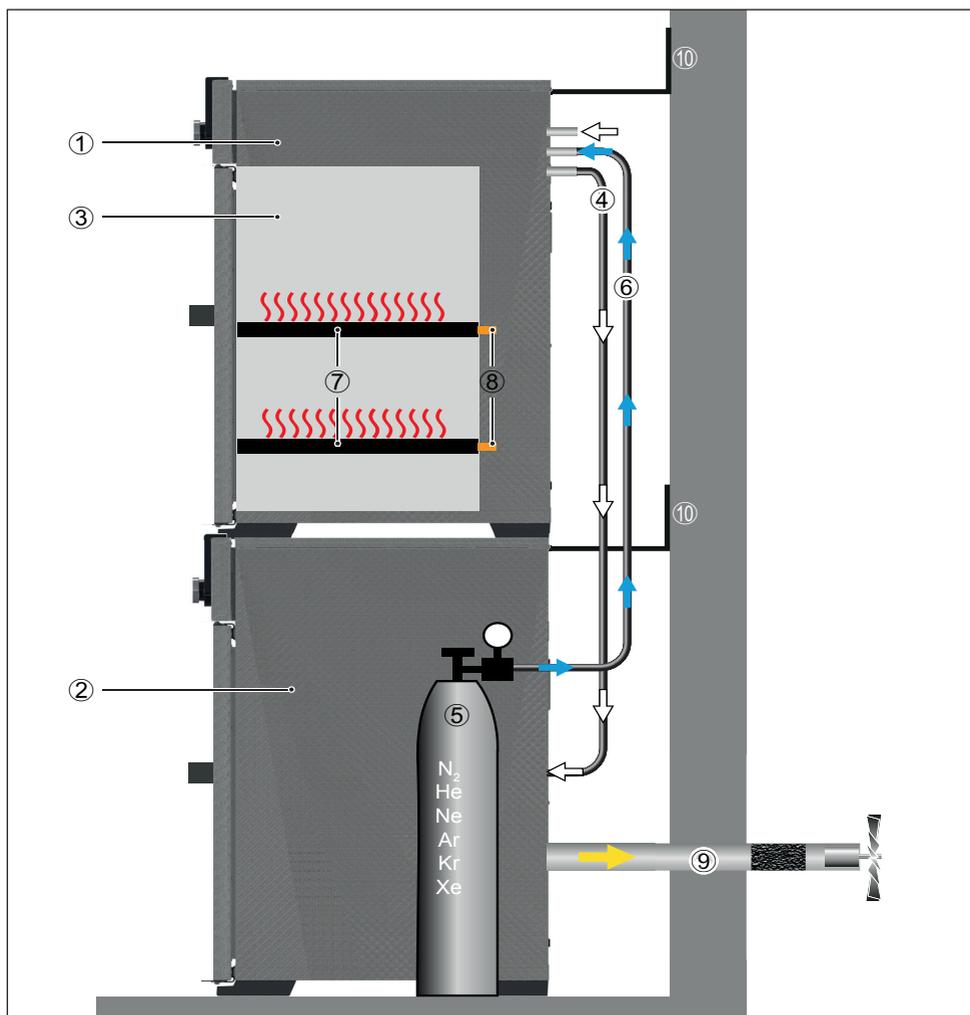

Fig. 3 Funzione delle stufe da laboratorio a vuoto VO in combinazione con un modulo pompa
Gli apparecchi della serie VO (Fig. 3 ①) possono generare un vuoto nella camera di lavoro ③ in combinazione con un modulo pompa Memmert ② o un'altra pompa per vuoto adatta. La camera di lavoro viene evacuata dalla pompa attraverso l'ingresso del vuoto sul retro dell'apparecchio ④.